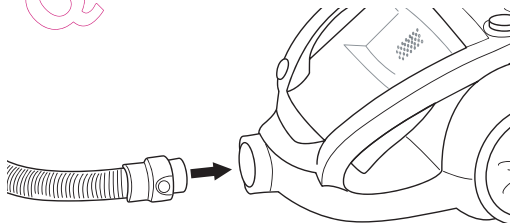

Figura 2 Conexión de la manguera
1. Introduzca la pieza de empalme de la manguera en el orificio correspondiente en el alojamiento del motor, hasta oír un clic. Para quitar la manguera, pulse ambos botones laterales en la pieza de empalme y tire de ella para sacarla, véase la figura 2.